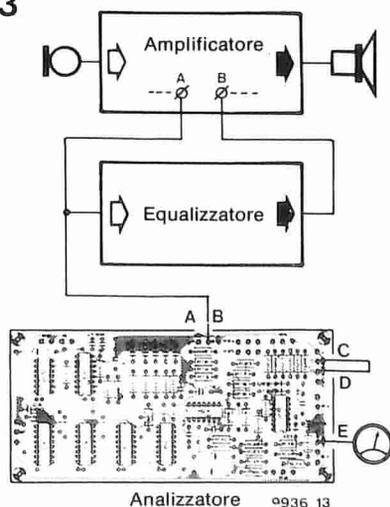

Figura 13. Con la sistemazione qui mostrata è possibile verificare le prestazioni del sistema P.A. dopo l'equalizzazione.
14. Indipendentemente dal tipo di equalizzatore usato, la procedura di regolazione va controllata, una volta finita, con l'aiuto di uno dei seguenti test: Il sistema deve essere piazzato per l'uso normale, ossia con l'equalizzatore collegato al punto A di figura 9, ed il generatore di rumore rosa staccato. Il filtro analizzatore ed il display restano per il momento collegati al punto A (vedi figura 13). Il controllo di volume dell'amplificatore va girato all'insù fino al punto nel quale comincia a verificarsi la reazione acustica. Usando il filtro analizzatore è facile individuare la frequenza alla quale si verifica l'oscillazione, ed a questa frequenza si riduce un pochino il guadagno del corrispondente filtro equalizzatore.